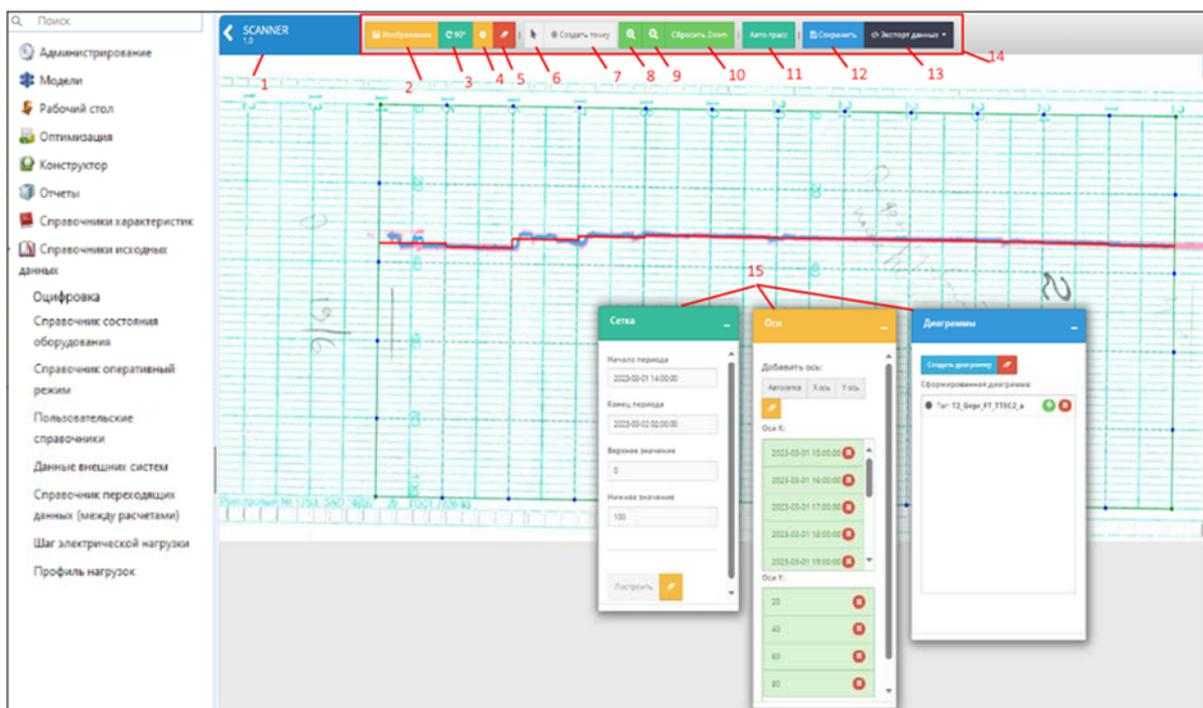
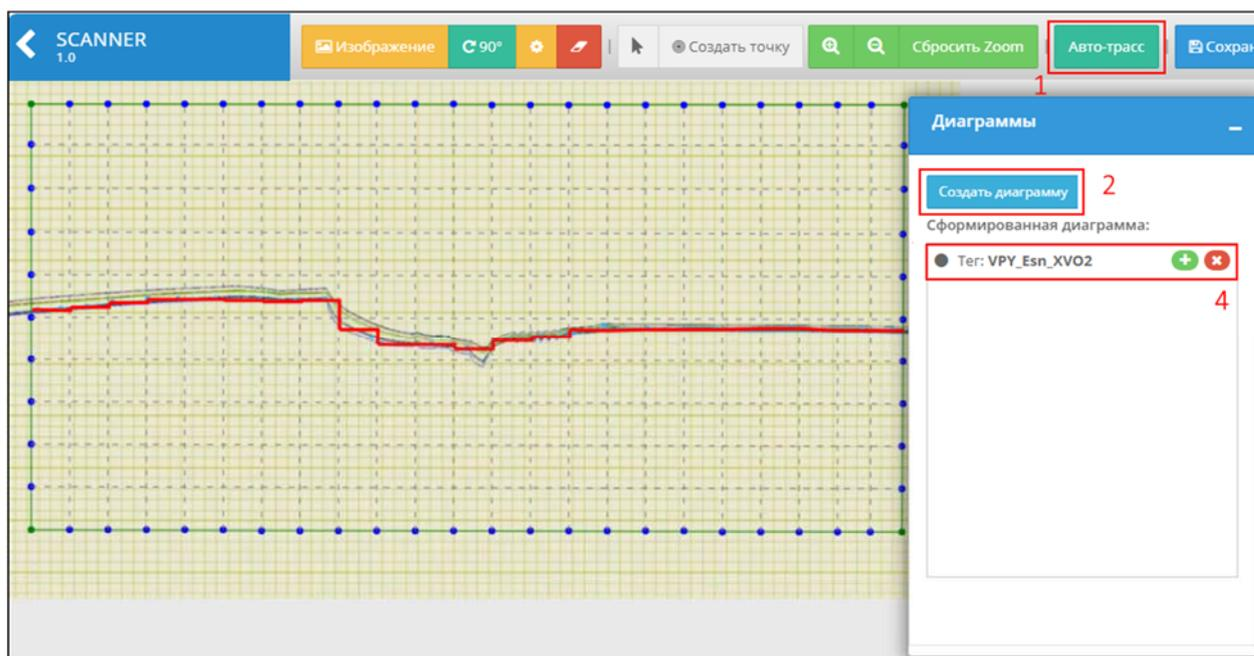

Рисунок 4.8.25 – Окно «Оцифровка»
Рисунок 4.8.30 – Создание кривой
После того, как администратор выбрал категорию изображения «Диаграммы» и один из объектов оцифровки из списка, появится новое окно «Оцифровка» (рис. 4.8.25).
У администратора Системы есть выбор для создания кривой (рис. 4.8.30):
По завершению данной операции, Система определит кривую, исходя из выбранного цвета, а также автоматически создаст данные оцифровки диаграммы на панели задач «Диаграммы» (4) (рис. 4.8.30).
С помощью кнопки (2) (рис. 4.8.30) «Создать диаграмму», администратор в ручном режиме задает «Тег» графика и проставляет ЛКМ необходимые точки вдоль всей кривой. После добавления необходимых точек следует нажать кнопку (6) (рис. 4.8.25) для завершения действий.
При необходимости администратор Системы может удалить данные оцифровки с помощью кнопки (✖) в блоке (4) (рис. 4.8.30). Также есть возможность добавить новые точки для более точной оцифровки кривой с помощью кнопки (+) в блоке (4)
(рис. 4.8.30), а для удаления ненужных точек необходимо выделить их на диаграмме с помощью ЛКМ и нажать на клавиатуре кнопку «Delete».
Для сохранения всех изменений текущего документа необходимо нажать кнопку ЛКМ «Сохранить» (12) (рис. 4.8.25).